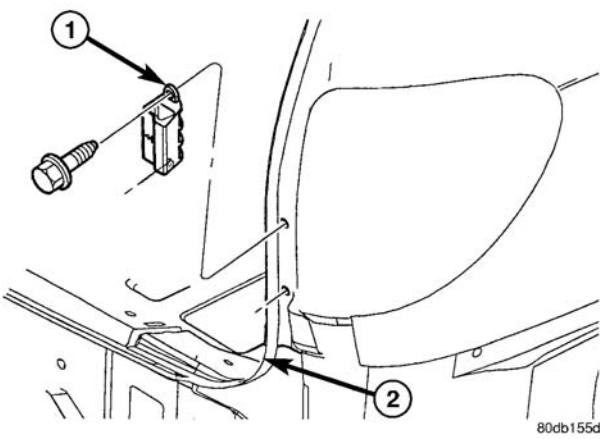

图 9 举升门止动块—车身侧
- (1) 打开举升门。
- (2) 拆下举升门止块车身侧安装螺栓（图9）。
- (3) 拆下举升门止动块。
- (1) 将举升门止动块放置到位。
- (2) 安装将举升门止动块固定至车身侧的螺栓（图 9）。
- (3) 关闭举升门。